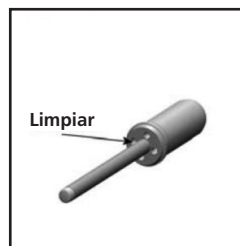

Fig. 21
- b. Los 4 orificios del soporte cónico deben estar despejados. (Ver Fig. 21)